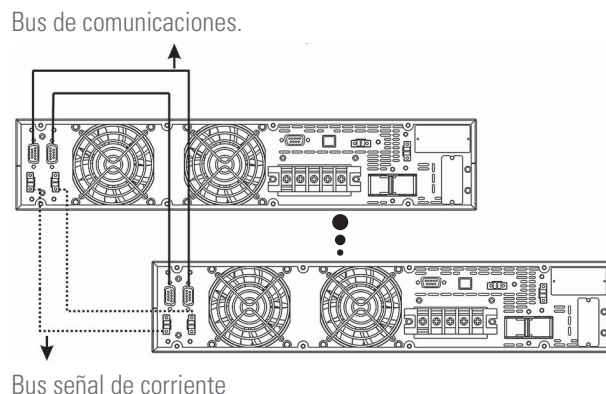

Fig. 17. Conexiones de comunicación y señal de corriente para sistema en paralelo.
- Bus de conexiones en paralelo y señal de corriente.** Utilizar la manguera de 15 conductores de señal con malla y conectores DB15 en los extremos para unir un máximo de 3 equipos. Cada manguera dispone de un conector macho y otro hembra en los extremos, que deberá conectarse para enlazar los dos equipos. Es imprescindible cerrar el bucle de comunicaciones del bus paralelo y del bus de señal de corriente mediante la manguera con conectores (ver Fig. 17). La longitud de las mangueras relacionadas con el bus paralelo es de aprox. 1,5 metros y no debe prolongarse bajo ningún concepto por el riesgo a interferencias y fallos en la comunicación que ello comportaría.